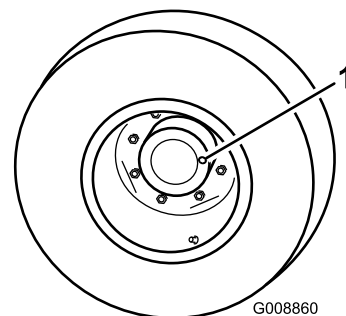
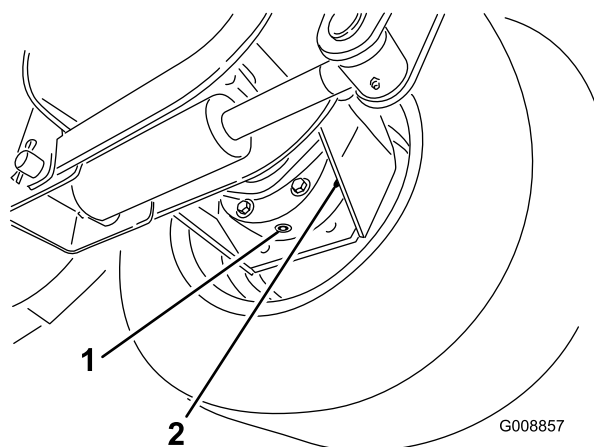

Bild 68
Bild 69
1. Stellen Sie, wenn sich die Maschine auf einer ebenen Fläche befindet, das Rad so, dass sich die Prüf-/Ablassschraube (Bild 68) entweder in der 3-Uhr- oder der 9-Uhr-Stellung befindet.
2. Entfernen Sie die Prüfschraube am Planetengetriebe (Bild 68) und am Bremsgehäuse (Bild 69). Der Stand des Getriebeöls sollte bei 3 mm von der Prüfschraube am Bremsgehäuse und Planetengetriebe liegen.
3. Stellen Sie ein Auffanggefäß unter das Bremsgehäuse an der anderen Seite des Rads (Bild 69).